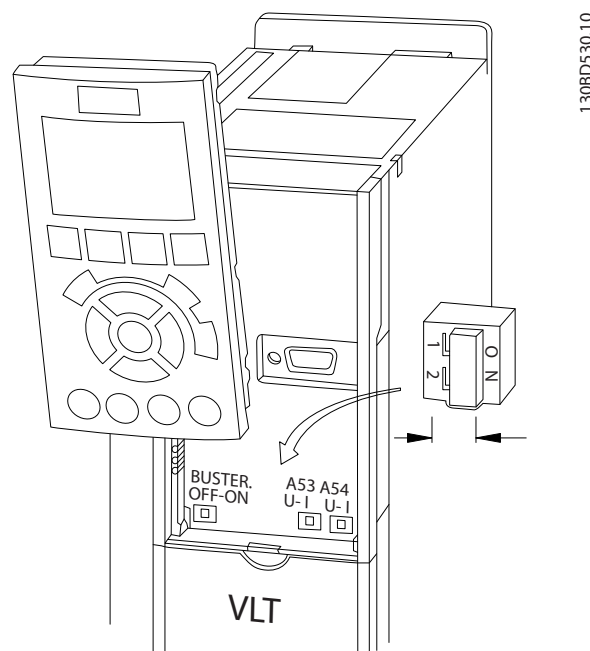

Рисунок 4.27 Расположение переключателей клемм 53 и 54
1. Снимите панель местного управления (LCP) (см. *Рисунок 4.27*).
- Для выбора окончного сопротивления шины предусмотрен переключатель на плате управления (BUS TER.). См. Рисунок 4.27.